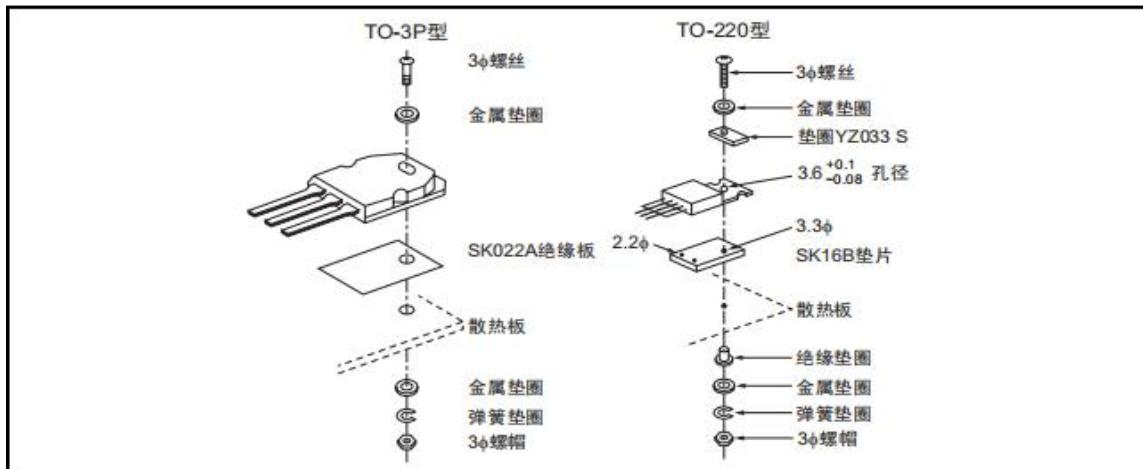

图7 功率晶体管的安装方法例子
(8) 安装功率器件时，请使用推荐的元件(垫片、垫圈、接线片、螺丝和螺母等)。(参照图7)
(9) 注意使用的螺丝。